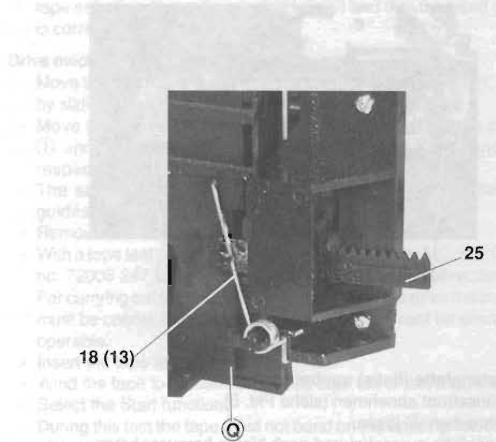

Fig. 18
- Drehfeder **13** bzw. **18** aushängen (Fig. 18).
- Unhook the torsion spring **13** and **18** respectively (Fig. 18).